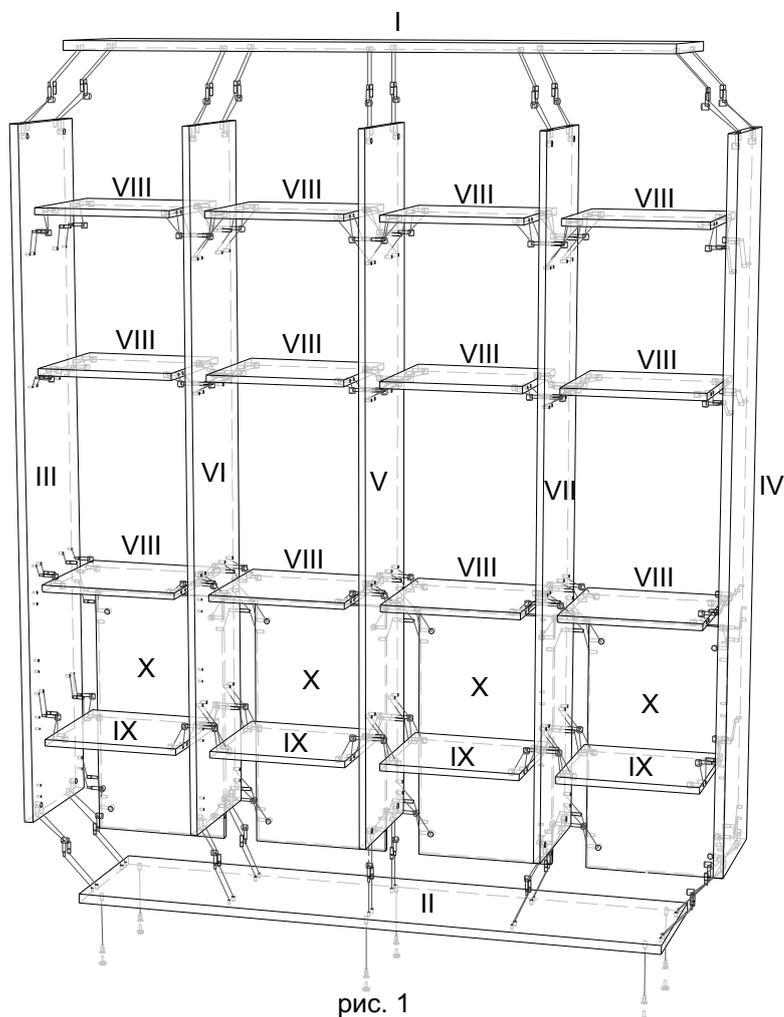

рис. 1
Собрать стеллаж, используя для крепления полок и задних стенок на средних стойках (V, VI, VII) шканты 8x50 (10) и двухсторонние дюбеля эксцентриковой стяжки (2). Сборка производится путем поворачивания эксцентриков по часовой стрелке (рис. 1).